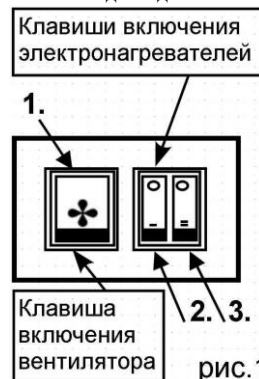

рис. 1
5.1 Перед началом эксплуатации убедитесь в том, что тепловентилятор расположен в свободном для потока воздуха месте, а у клавиш управления верхние части утоплены в корпус (см. рис.1).